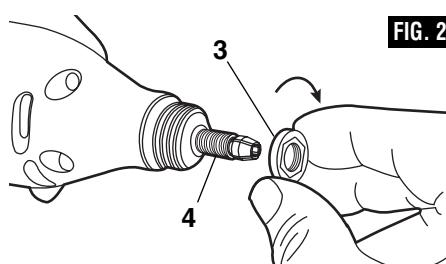

FIG. 2
3. While pressing the shaft lock button on your rotary tool, thread the magnet **3** onto the output shaft **4** all the way down to the shoulder of the shaft (Fig. 2).
3. Tout en appuyant sur le bouton de blocage de l'arbre de votre outil rotatif, vissez l'aimant **3** à fond sur l'arbre de sortie **4** pour l'amener en butée contre l'épaulement de l'arbre (Fig. 2).
3. Mientras opriime el botón de fijación del eje de la herramienta giratoria, enrosque el imán **3** en el eje de salida **4** completamente hacia abajo hasta el resalto del eje (Fig. 2).